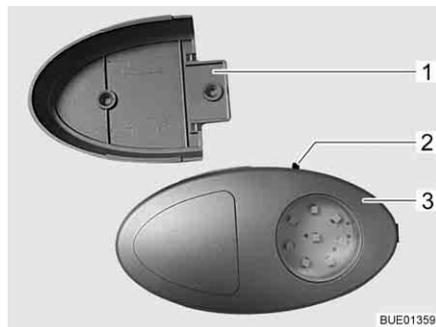

Bild 57 Kleiderschrankleuchte
- ▷ Die Kleiderschrankleuchte kann aus der verschraubten Halterung (Bild 57,1) herausgezogen und als Taschenlampe verwendet werden.
Der Ein-/Auschalter (Bild 57,2) ist direkt an der Kleiderschrankleuchte (Bild 57,3) angebracht.